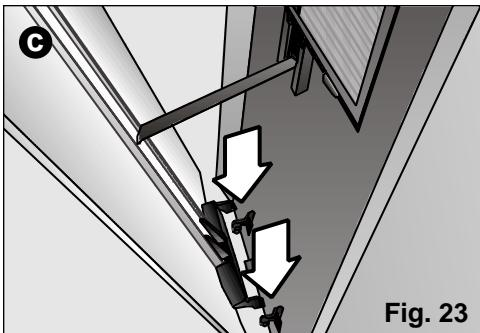

Fig. 23
- 1° Levez la porte jusqu'à ce qu'elle sorte des appuis inférieurs, (Fig. 23: a).
- 2° Placez le clip en plastique dans la rainure frontale de l'appareil (en forme de T) et faites-le glisser vers le bas, jusqu'à la butée de sécurité, (Fig. 23: b).
- 3° Placez soigneusement les crochets inférieurs de la porte dans les butées frontales de l'appareil, en évitant que le clip en plastique, placé au cours de l'étape précédente, ne sorte de son emplacement, (Fig. 23: c).